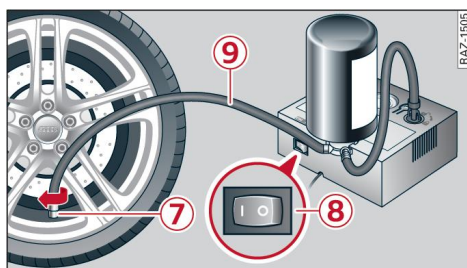

Fig. 173 Conexión del juego para reparación de neumáticos
- ▶ Retire el conector ③ y el tubo flexible de presión ④ de la parte inferior la carcasa.
- ▶ Enrosque un extremo del tubo flexible de presión ④ en sentido horario hasta el tope en la toma ⑤ del compresor¹⁾. Enrosque el otro extremo en la brida ⑥ de la botella de sellante ①.
- ▶ Introduzca la botella de producto estanqueizante con la brida hacia abajo en el rebaje ② del compresor.
- ▶ Atornille el tubo flexible de llenado ⑨ en la válvula ⑦ ⇒ *fig. 173*.
- ▶ Seleccione la posición I del conmutador ⑧ ⇒ *fig. 173* en el compresor.